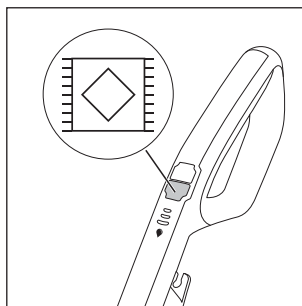

Fig. 17
- ♦ Para encender el aparato, pulse el interruptor de alfombras/moquetas 13 (consulte la fig. 17). Tras esto, el led del interruptor de alfombras/moquetas 13 se enciende en azul.
- ◆ Para apagar el aparato, vuelva a pulsar el interruptor de alfombras/moquetas  **13** (consulte la fig. 17).